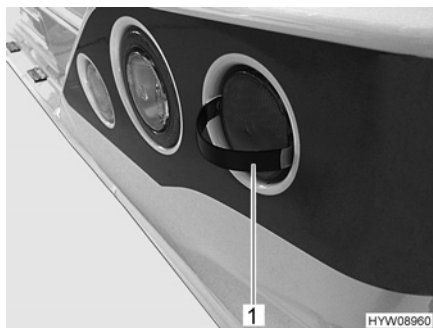

Fig. 126 Togliere la copertura
- Innestare i naselli dello strumento fornito (Fig. 126,1) come raffigurato, accanto alla copertura.